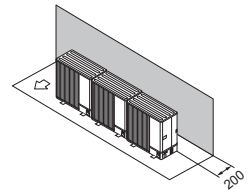

Fig. 2-12
- (1) Hindring eller lukket overflate kun bak (Fig. 2-12)